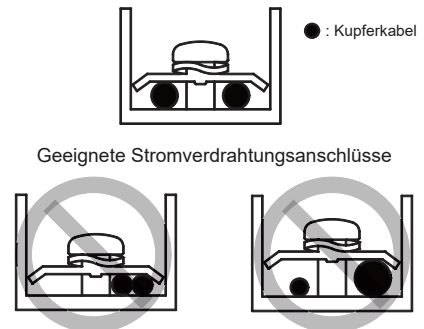

Abb. 9.2
- Schließen Sie nicht zwei Leistungskabel mit unterschiedlichen Durchmessern an dieselbe Powerklemme an (dies kann dazu führen, dass sich die Kabel durch lose Verdrahtung überhitzen). (Siehe Abb. 9.2).